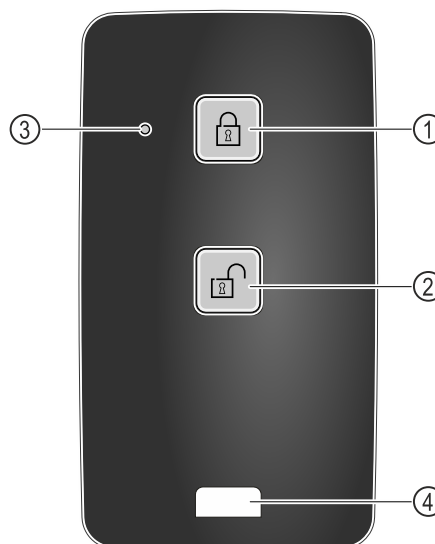

Fig. 219
- (1) Zamknutie zámku
- (2) Odomknutie zámku
- (3) LED stavu
- (4) Upevňovacie oko
- ▶ Stlačte tlačidlo Fig. 219 (1) na diaľkovom ovládaní.
- ▶ Stlačte tlačidlo Fig. 219 (2) na diaľkovom ovládaní.
- ▶ LED stavu Fig. 219 (3) vydá po stlačení tlačidla optickú odozvu.
- ▶ Oko Fig. 219 (4) na upevnenie diaľkového ovládania, napríklad na zväzku kľúčov.